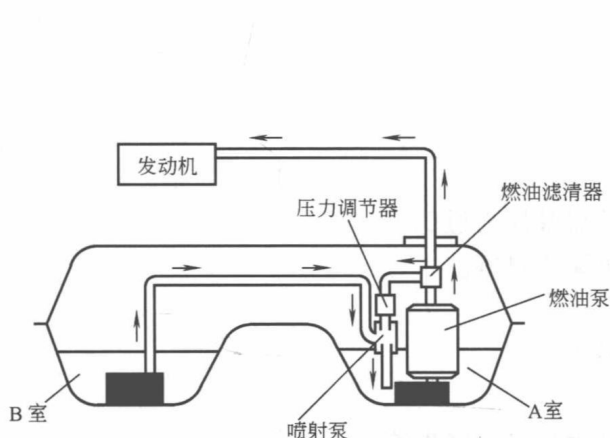
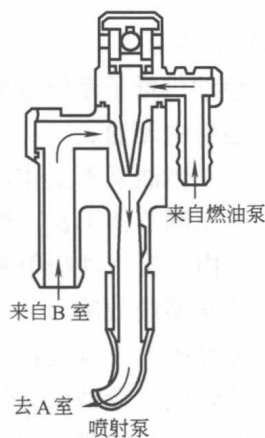
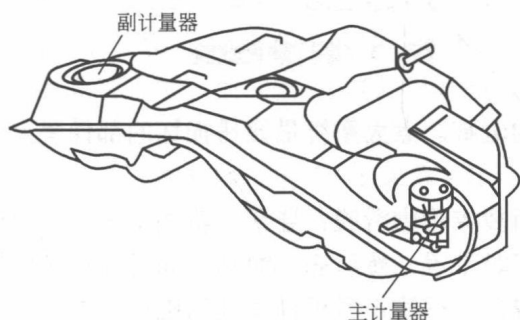

图 1-1 马鞍形燃油箱装用的无回油燃油供给系统
图 1-2 喷射泵
图 1-3 燃油计量器
2) 目视检查。线束接头松动、脱落、仪表指示情况、真空管连接情况等, 并注意观察油箱存油情况, 起动时转速表有无变化, 燃油压力脉动衰减器顶部中心的螺钉是否鼓突出来等。如打开点火开关, 若汽油表指针不动或油量警告灯亮, 则说明油箱内无油, 应加满汽油后再起动。值得注意的是有的发动机前置后轮驱动的车辆, 为便于传动轴布置和保证车辆重心位置, 其燃油箱采用马鞍形, 传动轴穿过燃油箱底部中央, 燃油箱的形状如图 1-1 所示。此时, 采用喷射泵可将燃油从无燃油泵的油箱侧传输至有燃油泵的油箱侧。喷射泵的结构及运作如图 1-2 及图 1-3 所示。喷射泵位于燃油箱内, 由于传动轴位于燃油箱底部中央, 燃油箱的形状导致燃油被分为 A 室和 B 室两个部分。当燃油液面下降时, B 室的燃油被停止泵出。为防止此现象的发生, 提供一个喷射泵将 B 室的燃油送往 A 室。这是通过利用燃油的流动来实现的。通过燃油的流动产生负压, 当负压作用于喷管时, 就将燃油从 B 室吸入, 送至 A 室。